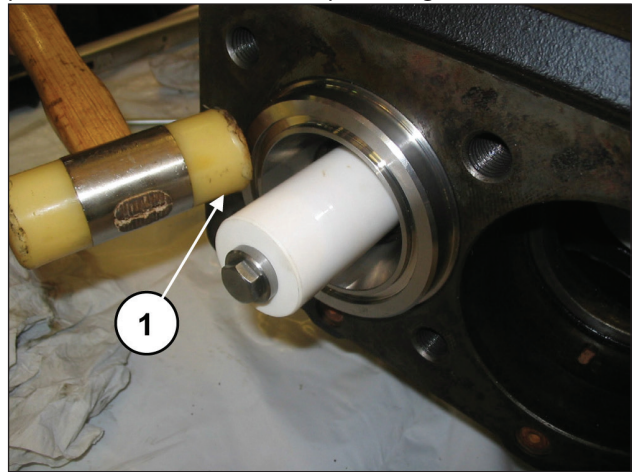

Fig. 151
Certifique-se de que o bloco da camisa - suporte chegue a se posicionar até o fundo do local (pos. ①, Fig. 151).